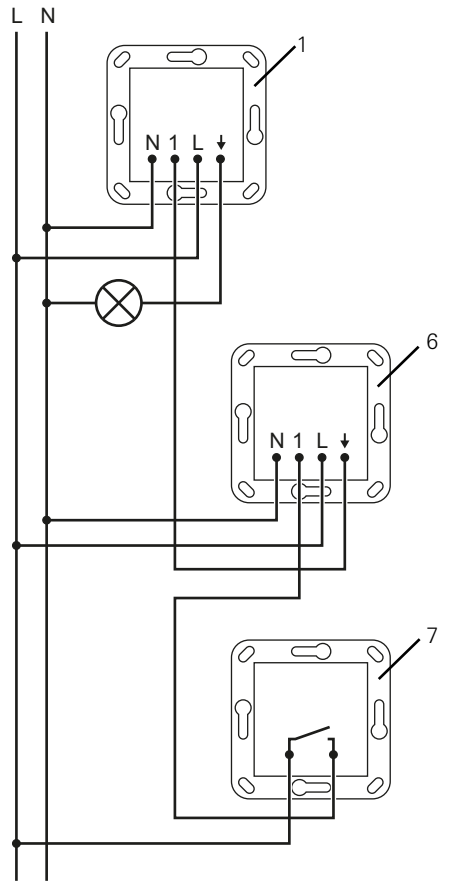

Fig. 4: Tilkoblingsskjema med slave
For å utvide registreringsområdet kan du koble til flere Sensotec, se tilkoblingsskjema (fig. 4). Master analyserer da bevegelsessignalene fra slavene.
- Koble til innfelt innsats i henhold til koblingsskjema (fig. 4).